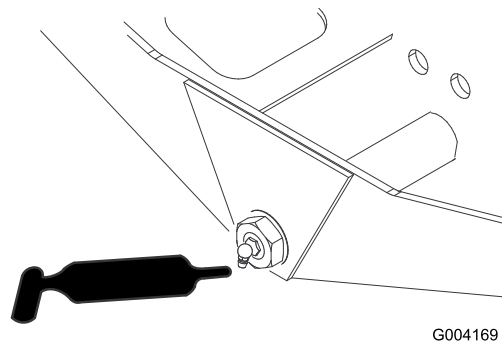

Figura 35
- Perno dello sterzo dell'assale (1) (Figura 35)